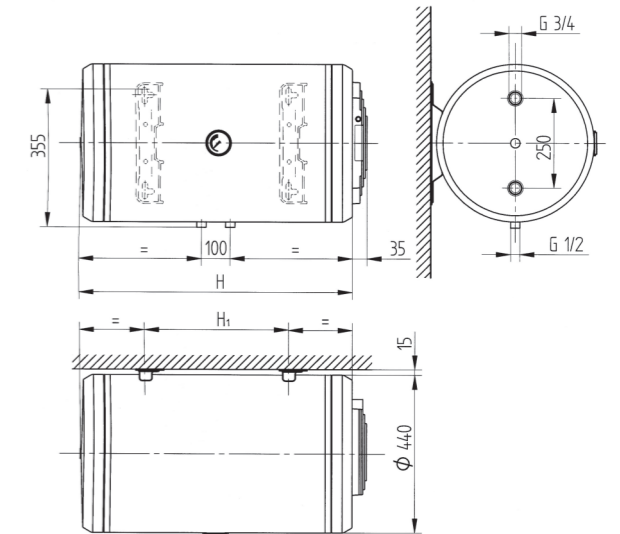

Fig. 2
- Fissaggio a muro**: appendere lo scaldacqua alla parete agganciando la staffa di sospensione, già montata sull'apparecchio, ai ganci fissati in precedenza al muro (fig. 1 e fig. 2).
- Wall fixing**: hang the water heater on the wall, hooking the special bracket (already attached to the appliance) on hooks previously fitted in the wall (fig. 1 and fig. 2).
- Fixation au mur**: suspendre le chauffe-eau au mur en accrochant l’étrier de suspension déjà monté sur l’appareil, aux crochets de fixation fixés précédem-ment au mur (fig. 1 et fig. 2).